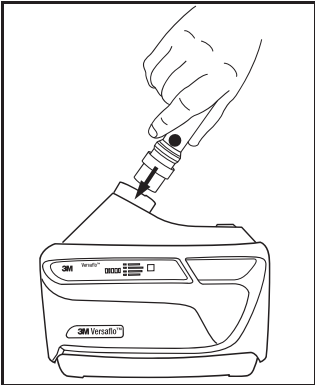

Fig. 15-1 Fixation du débitmètre
- Insérer le débitmètre TR-971 dans la sortie d'air du souffleur à moteur TR-600. Si le tuyau de respiration est installé, le retirer pour permettre l'insertion du débitmètre (Fig. 15-1).